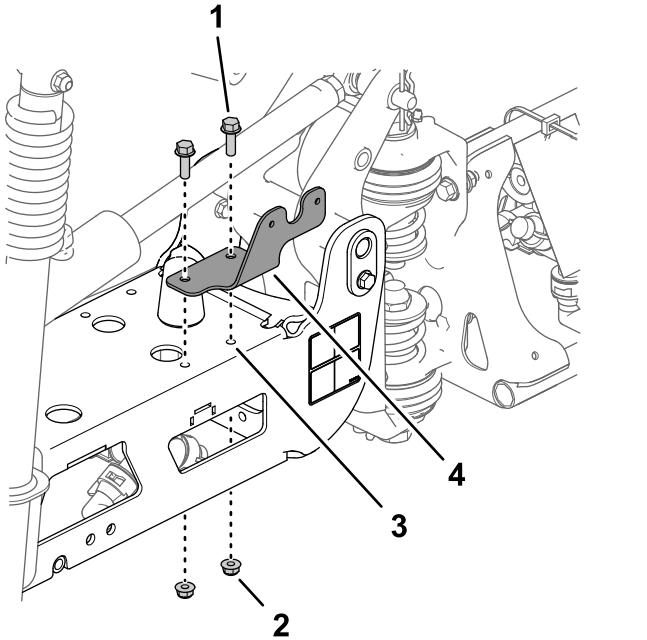

Figura 56
1. Alinee los taladros del soporte de la luz trasera con los 2 taladros de 8 mm del perfil de la sección de fumigación central (Figura 56).
2. Monte el soporte de la luz trasera en el perfil (Figura 56) con 2 pernos con arandela prensada (5/16" x 1") y 2 contratuerca con arandela prensada (5/16").